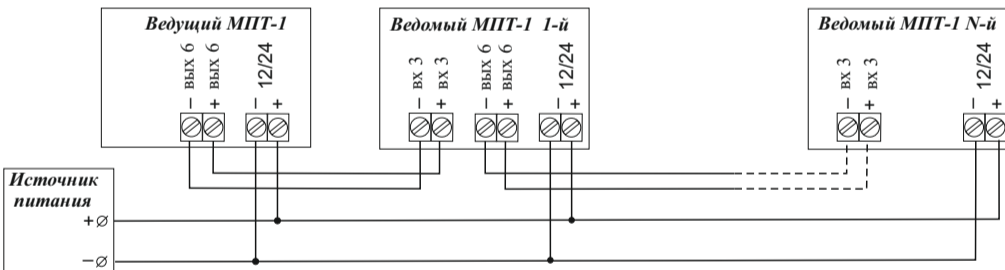

Рисунок 2
– **ВЫХ 6** – используется для подключения ведомых модулей (Рисунок 2). Расстояние между модулями не более 50 м. Полярность подключения к клеммам указана на плате.